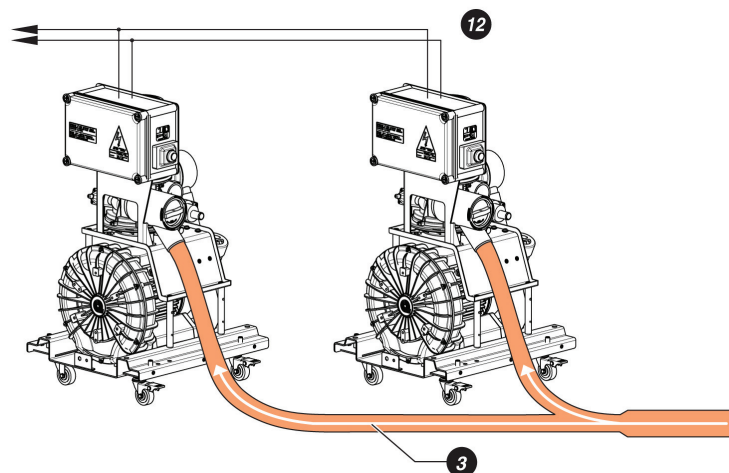

Рис. 1
После этого подсоедините линию низкого напряжения, связывающую стоматологическую установку и аспиратор: клеммы 1, 2, 3 схем AC 48-B/AC 58-B и AC 58 (см. рис. F, G, H Приложения) подключите к низковольтной линии (12), которая питает все параллельно соединенные стоматологические установки системы (см. рис. 1 стр. 6 и рис. С Приложения). Убедитесь, что контакты на стоматологической установке без напряжения.
При параллельной установке двух или трех аспираторов (рис. 1) поток жидкости увеличивается в 2 или 3 раза, что требует увеличения диаметра главного трубопровода на 10 мм для каждого дополнительного аспиратора. Таким же образом должен быть увеличен и диаметр трубки сброса воздуха.